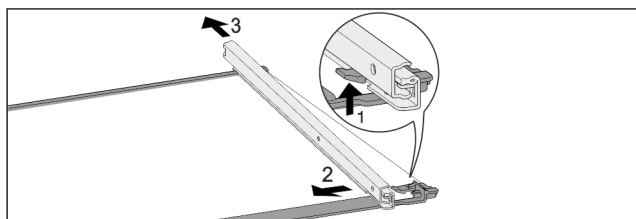

Fig. 122 Glasplade med skinner
- ▶ Tryk den forreste låsekrog op. Fig. 122 (1)
- ▶ Skub udtræksskinnen til siden Fig. 122 (2) og og bagud Fig. 122 (3).